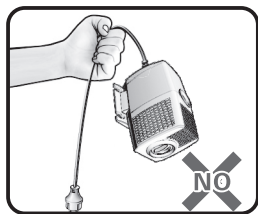

Figure 1
- Ne soulevez pas, n'abaissez pas ou ne portez pas la pompe en la tirant par son cordon électrique. Assurez-vous que le câble électrique ne devient pas excessivement plié ou torsadé, et ne frotte pas contre une structure d'une façon qui pourrait l'endommager (Figure 1).